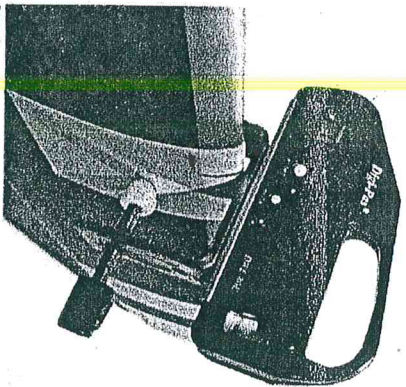

figura 8
- 6) Posizionare il goniometro digitale come indicato in figura 8, premere il pulsante ON/OFF per accendere lo strumento ed effettuare la lettura dell'angolo. Lo strumento ha una precisione di 0,1 gradi.